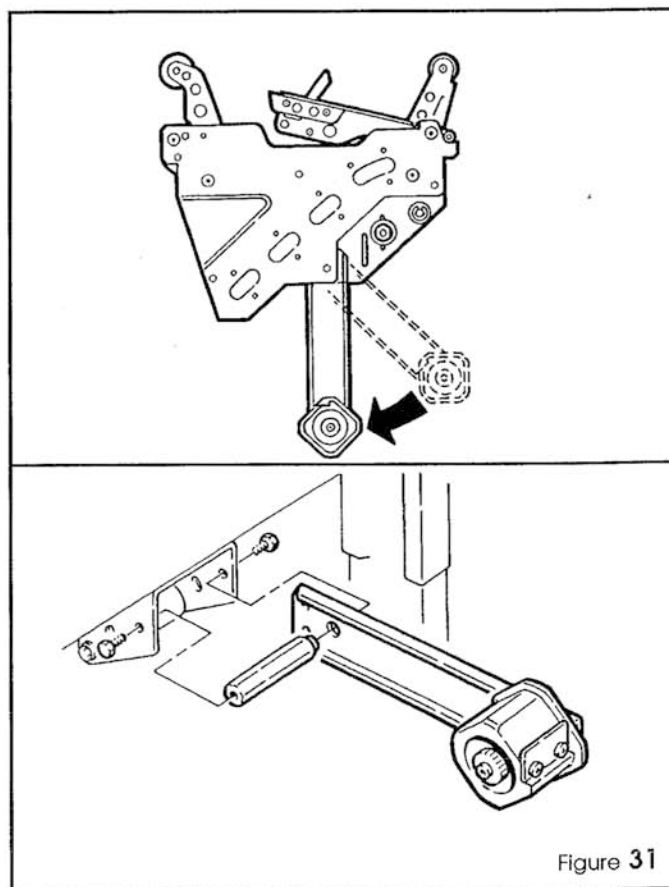

Figure 31
- 4 - Installer et fixer l'assemblage support du tambour du ruban sur la sortie du cadre inférieur, comme indiqué sur la Figure 31.
- 4 - installeer de plakbanddragende arm met afroltrommel in de uitsparing onder aan het freem en zet het geheel met schroeven vast, zoals getoond in afbeelding 31.